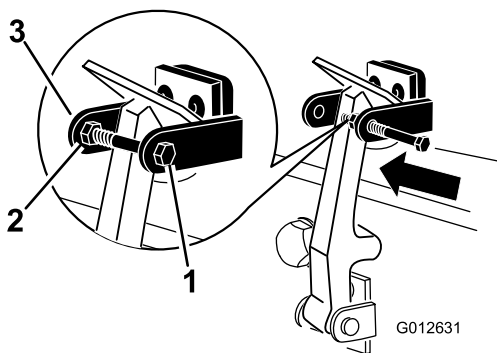

Figura 6
- Aperte o parafuso no outro braço do suporte do trinco do capot para prender o trinco na posição (Figura 6). Aperte o parafuso firmemente, mas não aperte a porca.